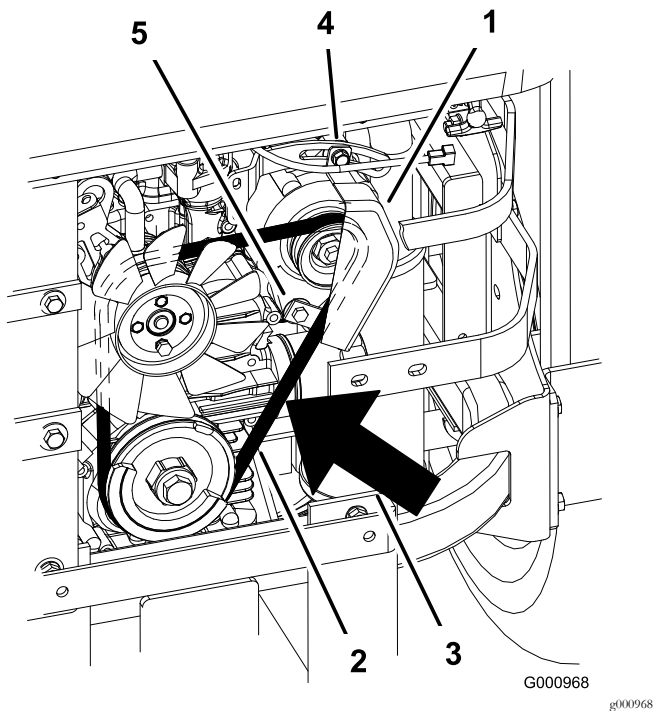

Figura 73
7. Afloje el perno inferior y retire el perno superior que sujeta el alternador y la cubierta (Figura 73).
9. Instale una correa nueva alrededor de las poleas y del alternador (Figura 73).
14. Apriete el perno inferior e instale el perno superior que sujeta el alternador y la cubierta (Figura 73).
2. Ajuste el alternador hacia fuera hasta que quede una desviación de 7 mm a 9 mm ($\frac{1}{4}$ " a $\frac{11}{32}$ ") en la correa entre el motor y las poleas del alternador con un esfuerzo de 10 kgf (22.1 libras-fuerza)(Figura 73).
5. Si la desviación es correcta, apriete los pernos inferior y superior (Figura 73).